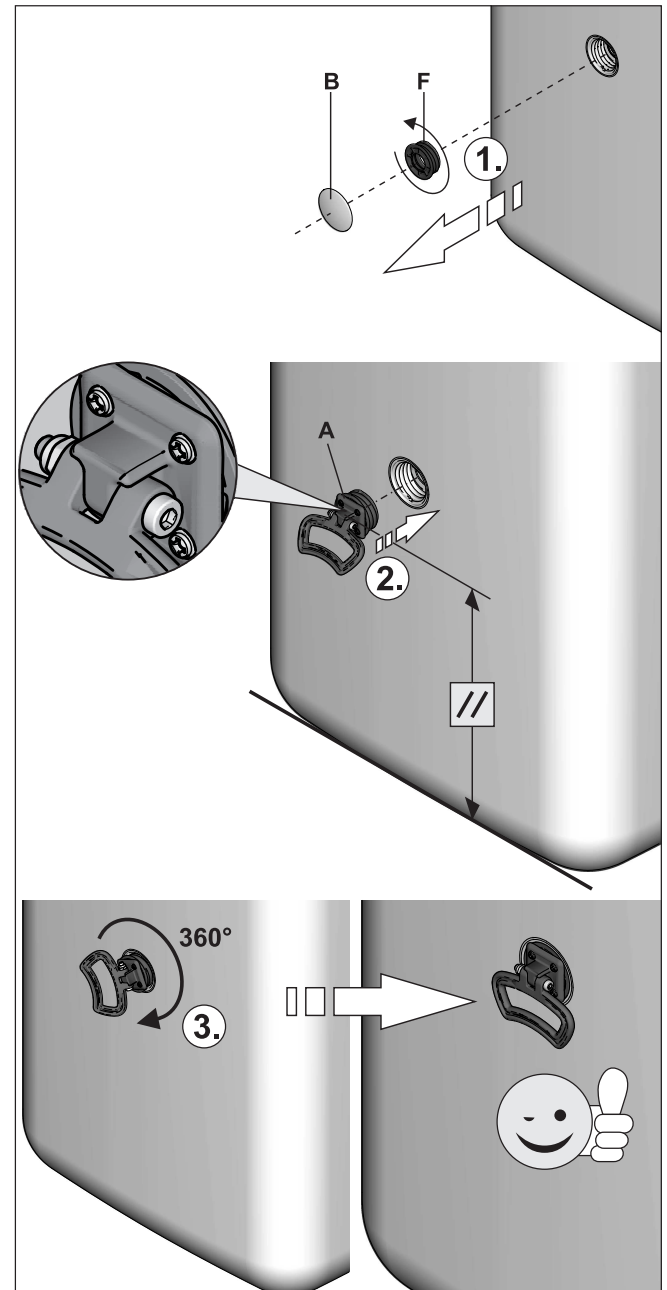

Fig. 54-6 Montaggio delle maniglie
- Rimuovere le mascherine di copertura (Fig. 54-6, pos. B) del serbatoio dell'accumulatore e i raccordi filettati (Fig. 54-6, pos. F) dalle aperture nelle quali devono essere montate le maniglie.
- Avvitare le maniglie (Fig. 54-6, pos. A) nelle aperture filettate liberate.